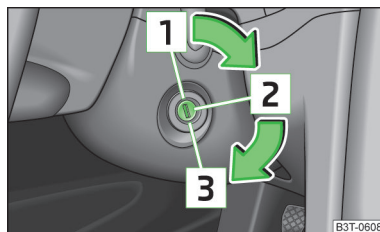

Fig. 118
- Durante la marcha con el motor parado, la llave de contacto ha de estar siempre en la posición  » fig. 118 de la página 142 (encendido conectado). Esta posición se indica por el encendido de algunos testigos de control en el cuadro de instrumentos combinado.
- El motor de arranque sólo se debe accionar estando parados el motor y el vehículo. Si se acciona el motor de arranque con el motor en marcha  » fig. 118 de la página 142, puede resultar dañado el motor de arranque o el motor del vehículo.
Motores de gasolina » fig. 118
Motores diésel » fig. 118
Si la **dirección está bloqueada** y no se puede girar la llave de contacto a la posición **2** » fig. 118 o resulta muy difícil, se debe mover ligeramente el volante hacia los lados para liberar el bloqueo de la dirección.
- Conectar el encendido **2** » fig. 118 de la página 142.
Parar el motor girando la llave de contacto a la posición **1** » fig. 118 de la página 142.